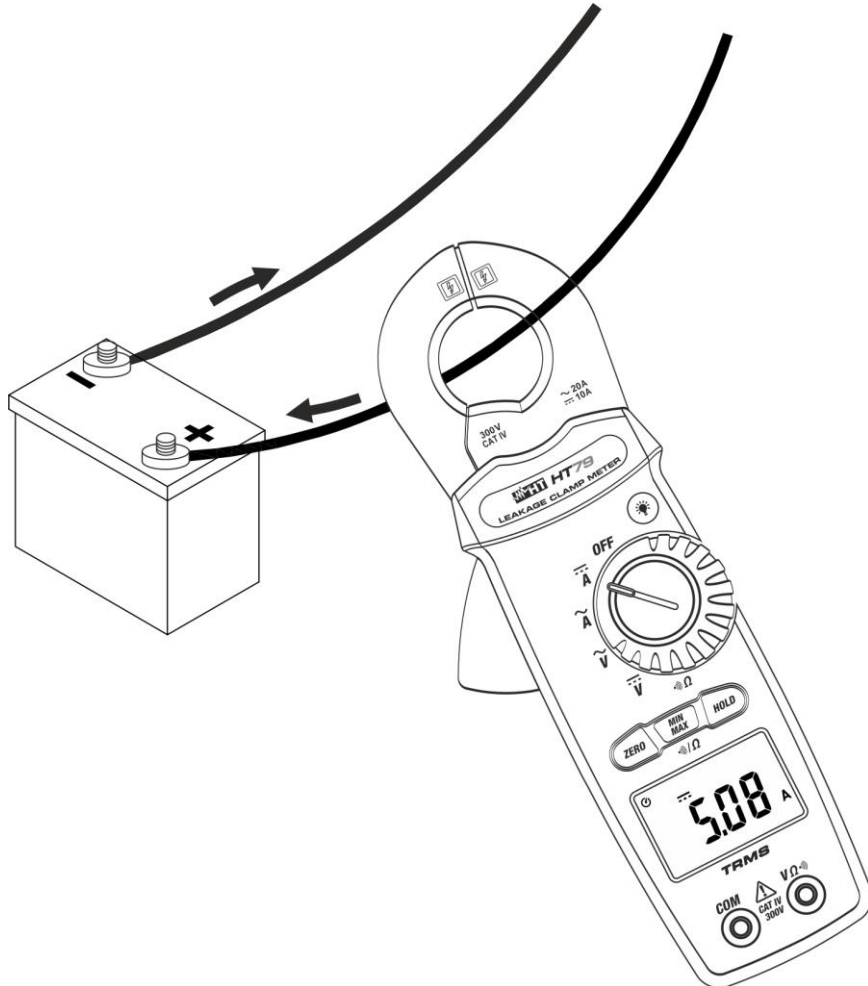

Fig. 8: Utilisation de l'instrument pour mesurer le courant DC
3. Insérer le câble dans tore à son centre (voir Fig. 8) afin d'obtenir des mesures précises (voir Fig. 2). La valeur de courant DC apparaît à l'écran.